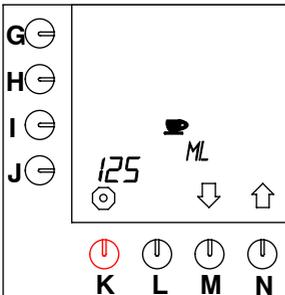

Fig. 34 Contenuto di una tazza
- Premere il tasto di selezione (N.) $\uparrow$  fino a che sullo schermo viene visualizzato quanto illustrato nella fig. 34).